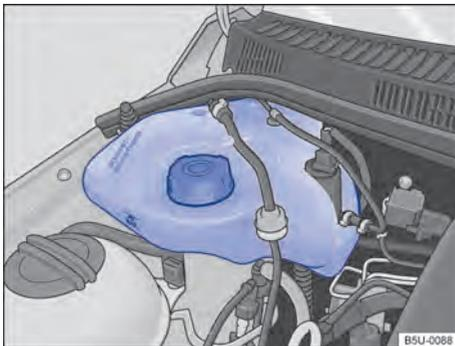

Fig. 178 No compartimento do motor: reservatório de gasolina para o sistema de partida a frio.
O reservatório de gasolina do sistema de partida a frio encontra-se no compartimento do motor, no lado direito → Fig. 178.
- Nunca ultrapassar a marca "MAX" indicada no reservatório → Fig. 178.